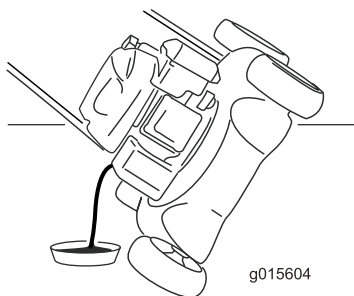

Bild 25
4. Kippen Sie die Maschine seitlich (Luftfilter nach oben), um das Altöl aus dem Öleinfüllstutzen abzulassen (Bild 25).
10. Lesen Sie den Ölstand am Peilstab ab (Bild 25).